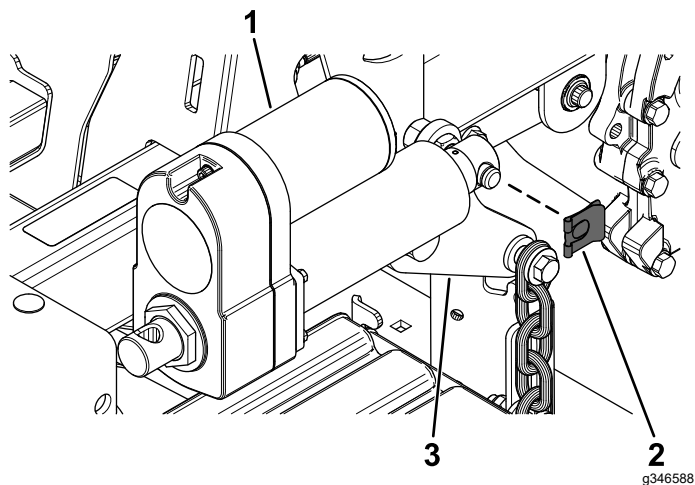

Figura 18
1. Fissate l'attuatore al braccio posteriore di sollevamento del piatto con un morsetto a scatto (Figura 18).